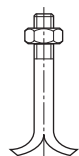

fig. 9: Ankarskruvar
- Haka i ankarskruvar (se fig. 9) i de avsedda hålen.